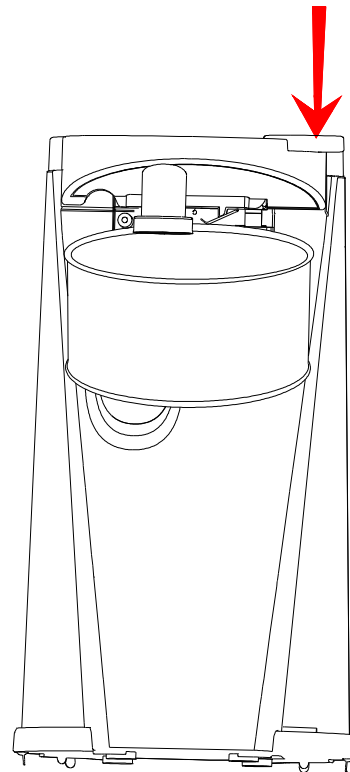

Fig. 3
4. Presione el lado derecho del soporte de la cuchilla, asegurándose de que la cuchilla esté en el interior del borde de la lata (ver fig. 3). La rueda de tracción comenzará a girar la lata y la cuchilla la abrirá. La lata se mantendrá en el lugar de forma automática.